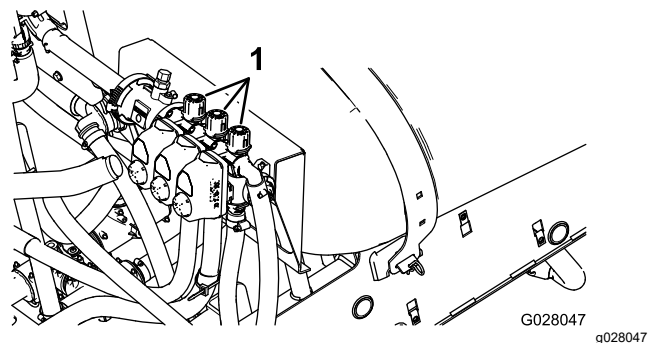

図 85
4. 右ブームバイパスバルブ 図 85 を使って、先ほどと同じ水圧一般的には 2.75 bar = 2.8 kg/cm² = 40 psiに調整する。
6. 中央ブームバイパスバルブ 図 85 を使って、先ほどと同じ水圧一般的には 2.75 bar = 2.8 kg/cm² = 40 psiに調整する。
2. 左ブームをOFFにし、ブームバイパスバルブ 図 85 を使って、先ほどと同じ水圧一般的には 2.75 bar = 2.8 kg/cm² = 40 psiに調整する。